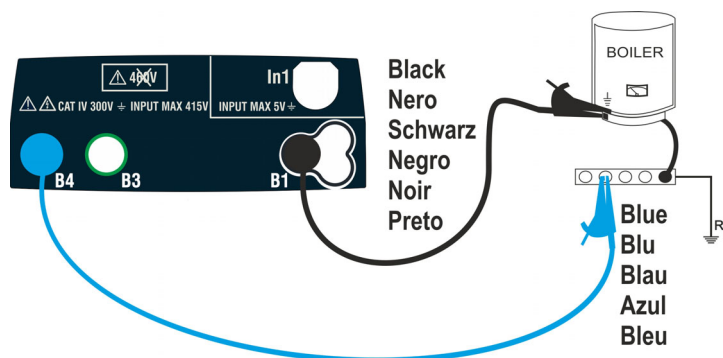
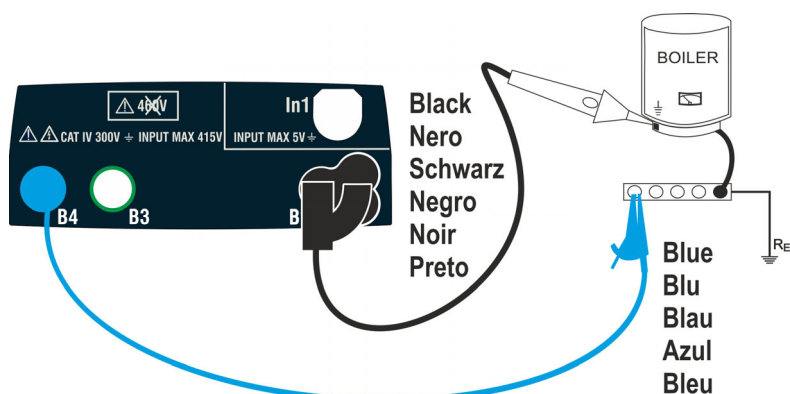

Fig. 10: Essai de continuité à travers câbles individuels
Fig. 11: Essai de continuité à travers une embout à distance
- Brancher la/les aiguilles-sondes au conducteur examiné, conformément aux Fig. 10 ou Fig. 11
2. Connecter les pinces-crocodiles et/ou la ou les aiguilles-sondes au conducteur examiné conformément à Fig. 10.